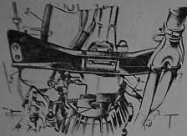

Рис. 64. Коробка передач – вид снизу слева
4. Отцепить передний трос 1 от промежуточного рычага 3 ручного привода тормоза. Снять нижний болт крепления промежуточной планки 4 (см. рис. 64) к приемной трубе глушителя.